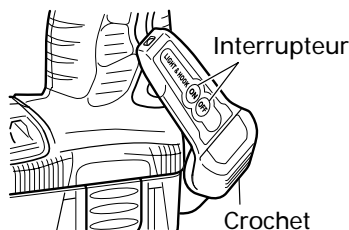

Fig. 10
- (1) Appuyer sur l'interrupteur pour allumer la lampe. Si on l'oublie, la lampe s'éteint automatiquement 15 minutes plus tard (Fig. 10).